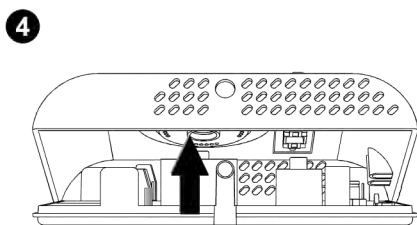

Рис.5
4. Поверните крышку вниз и аккуратно снимите ее, см. Рис.5.